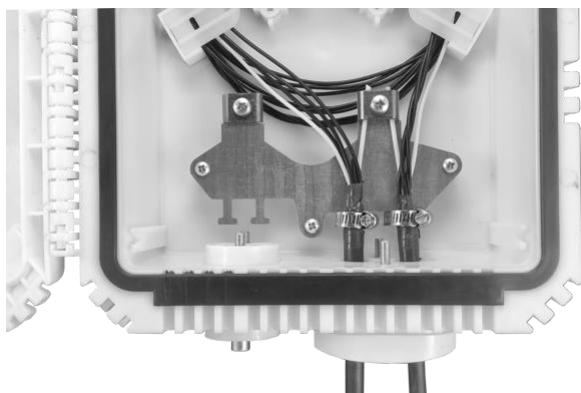
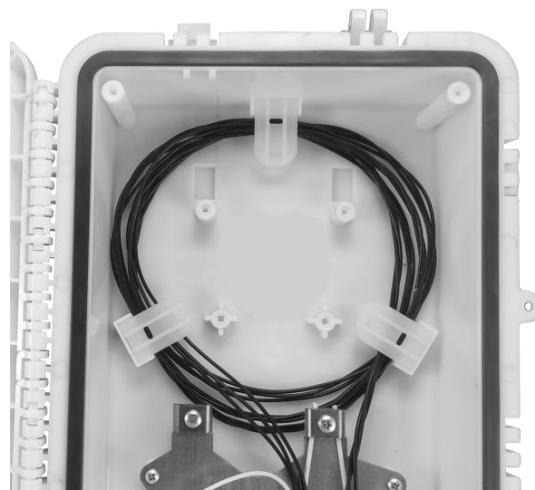

Рис. 1
Рис. 2
- 2.2. Введите транзитные модули и оптические волокна в овальный ввод кросс-муфты. Зафиксируйте кабель на Узле крепления ЦСЭ и фиксации кабеля (Рис. 1), выложите запас модулей на дно корпуса кросс-муфты (Рис. 2). Установите фиксаторы кабельного оранайзера.